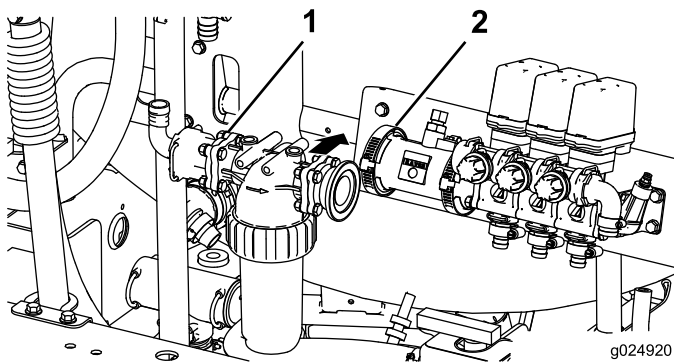

Bild 23
2. Entfernen Sie die vorhandene Klemme sowie das Anschlussstück und die Schläuche an der Klemme (Bild 23).
3. Befestigen Sie den Druckfilter an der Maschine (Bild 23).